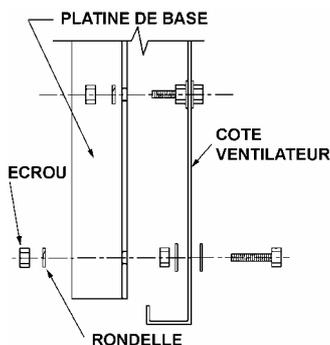

Figure 21 - Installation de la Platine de Base.
2. Utiliser les rondelles et les écrous de 8 mm pour fixer la platine de base sur l'unité (Voir Figure 21)